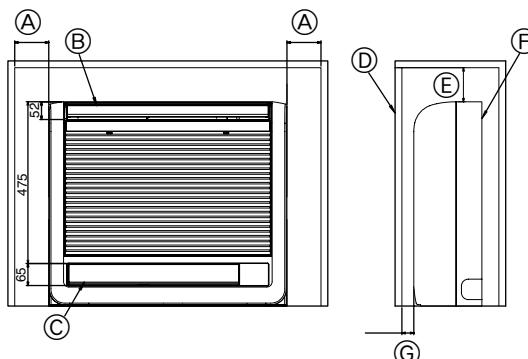

Fig. 6-1
6.1. Instalação da unidade interior embutida numa parede (Fig. 6-1)